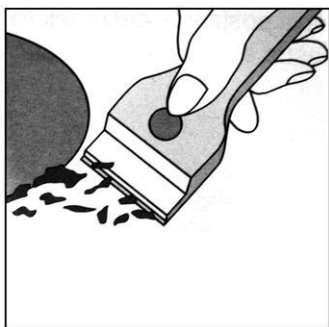

Рис.1
- Перед каждым использованием стеклянной варочной панели, ее поверхность необходимо очистить влажной тряпкой от пыли и остатков пищи. Поверхность стекла следует регулярно очищать раствором теплой воды и неабразивного моющего средства, периодически необходимо использовать специальные средства для очистки поверхности. Сначала удалите остатки пищи или жир с помощью чистящего скребка (Рис.1).